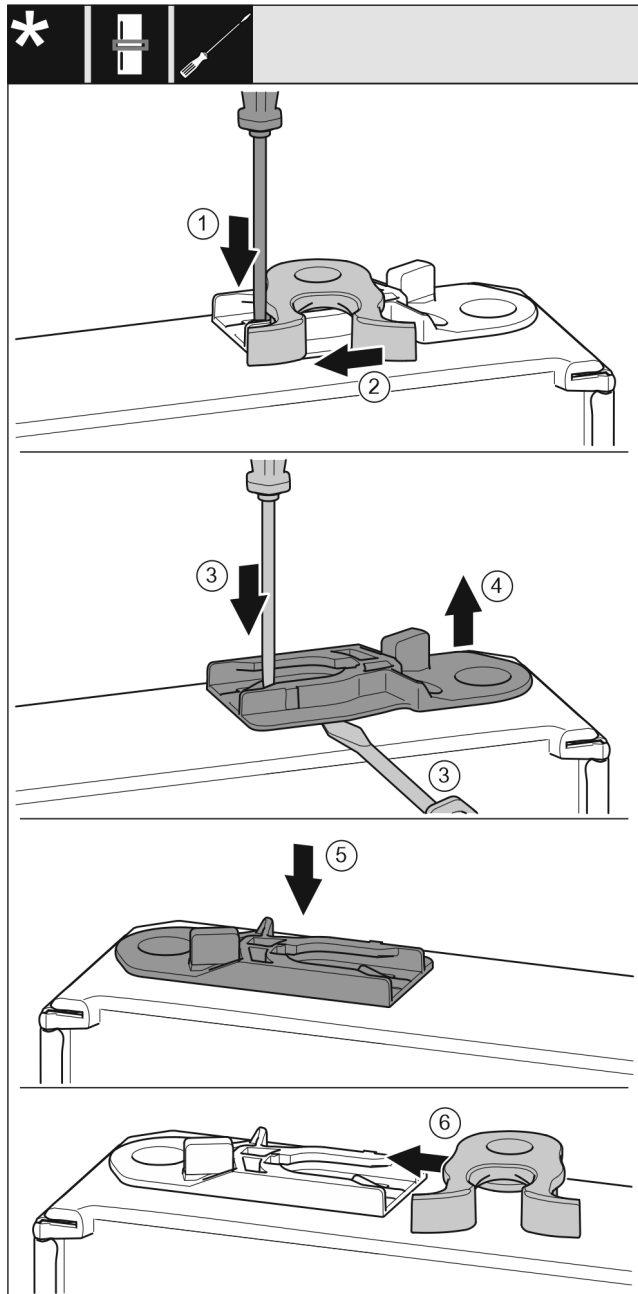

Fig. 19
- Lasche Fig. 19 (1) mit Schlitzschraubendreher nach unten drücken.
- Schließhaken Fig. 19 (2) aus Führung ziehen.
- Führungsbuchse Fig. 19 (3, 4) herausziehen: Lasche mit Schlitzschraubendreher drücken und gleichzeitig mit Schlitzschraubendreher unter Führungsbuchse fahren.
- Im Lieferumfang beiliegende Führungsbuchse Fig. 19 (5) auf anderer Gehäuseseite einschieben.
- Schließhaken Fig. 19 (6) in Führung schieben.